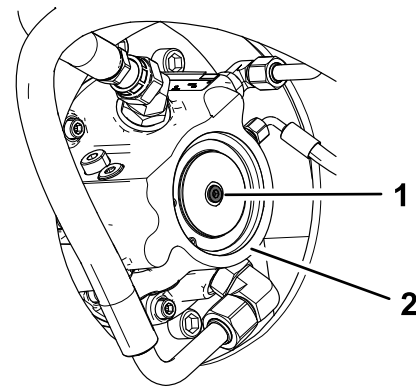

Figure 26
3. Sur chaque moteur d'entraînement, enlevez le bouchon et remplacez-le par une vis (M8-1,25 x 40 mm) et une rondelle (M8 x 16 mm) (Figure 26). Serrez la vis à la main.